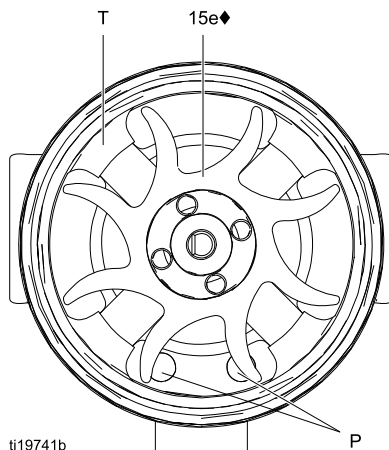
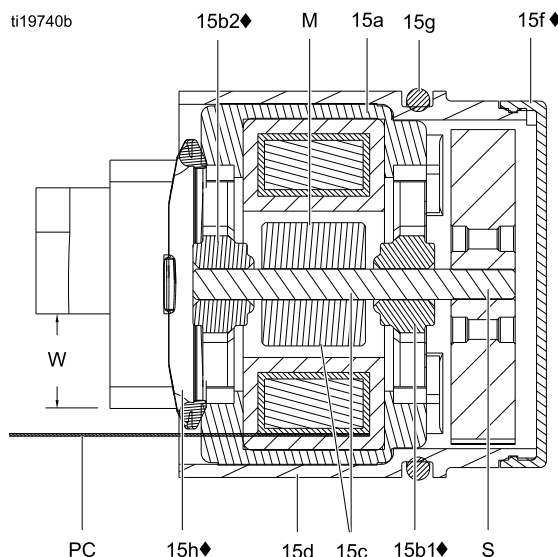

Figure 34 Orientacja wentylatora
Figure 35 Przekrój alternatora
12. Przytrzymać zespół cewki (15a) na stole roboczym końcem wentylatora skierowanym w górę. Wcisnąć wentylator (15e) na długi koniec wałka (S). Łopatki wentylatora muszą być ustawione w sposób przedstawiony na rysunku.
13. Ostrożnie wsunąć zespół cewki (15a) z przodu obudowy (15d), dopasowując sworzeń cewki z otworem w obudowie. Złącze 3-przewodowe (PC) musi znajdować się poniżej szerszej szczeliny (W) uszek obudowy w sposób przedstawiony na rys. 35. Upewnić się, że sworznie do wyrównania cewki (P) są ustawione w sposób przedstawiony na rys. 34.
14. Obrócić wentylator (15e) w taki sposób, aby jego łopatki odsłaniały cztery uszka łożyska (T) w tylnej części obudowy. Upewnić się, że łopatki łożyska dolnego (15b1) są wyrównane z uszkami.